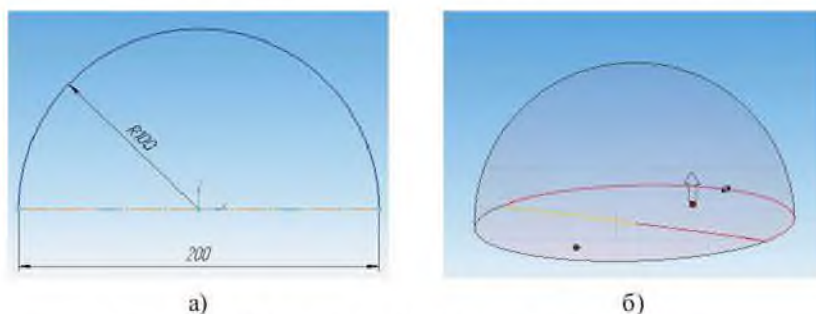

Рисунок 6.19 Эскиз в виде половины окружности (а) и примененная к нему операция *Вращения* (б)
1) В документе *Деталь* на плоскости *ZX* построить эскиз (рисунок 6.19 а). Выйдя из эскиза, выполнить операцию *Вращения* на 180° (рисунок 6.19 б).